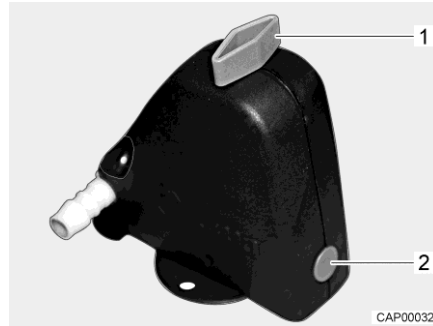
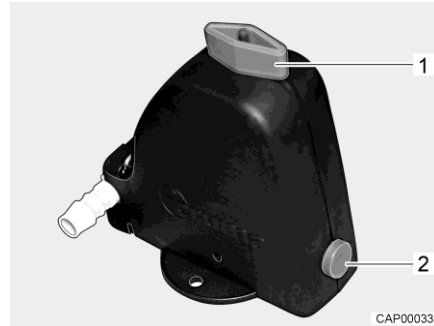

Bild 95 Sicherheits-/Ablassventil geschlossen
Bild 96 Sicherheits-/Ablassventil geöffnet
- Sicherheits-/Ablassventil (Bild 95) öffnen. Dazu Drehknopf (Bild 95,1) längs zum Sicherheits-/Ablassventil drehen. Der Druckknopf (Bild 95,2) springt heraus. Das geöffnete Sicherheits-/Ablassventil ist in Bild 96 dargestellt.